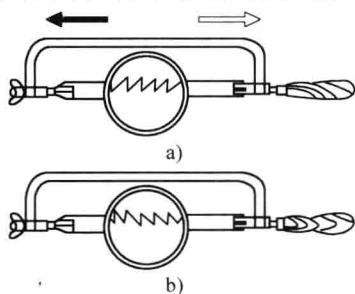

图 2-5 锯条的安装方向
(1) 锯条的安装 安装手锯时，向前推进起切削作用，反之不起切削作用。因此，锯条齿尖方向应向前安装，如图 2-5 所示。
(2) 锯条的松紧要适当 太紧或太松，在锯削时容易引起锯条折断。锯条装好后，检查是否歪斜，如有歪斜，则需找正。方法是：在旋紧蝶形螺母后，锯条会有些扭曲，一般是再旋紧些，然后放松一些来消除扭曲现象。
(3) 锯削姿势、起锯、压力、速度及往复行程长度